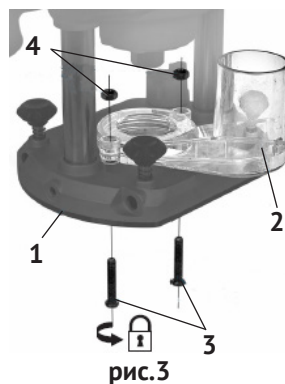

рис.3
- для удобства монтажа патрубка пылеотвода максимально увеличить рабочее расстояние между суппортом и опорной плитой (рис.3 поз.1);
- совместить отверстия на патрубке пылеотвода (рис.3 поз.2) относительно отверстий опорной плиты;
- зафиксировать положение патрубка при помощи винтов (рис.3 поз.3) и гаек (рис.3 поз.4).